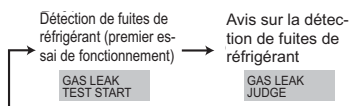

Fig. 9-2
- 2 Appuyer sur la touche **CLOCK** et sélectionner [GAS LEAK TEST START] ([LANCER TEST DE FUITE DE GAZ]). (Fig. 9-2)